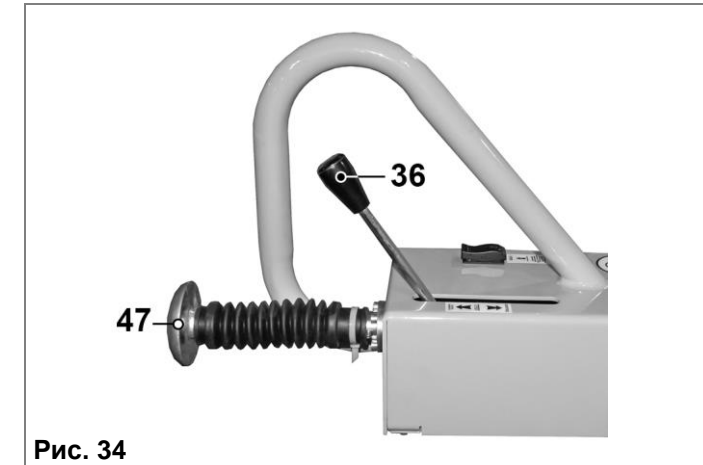
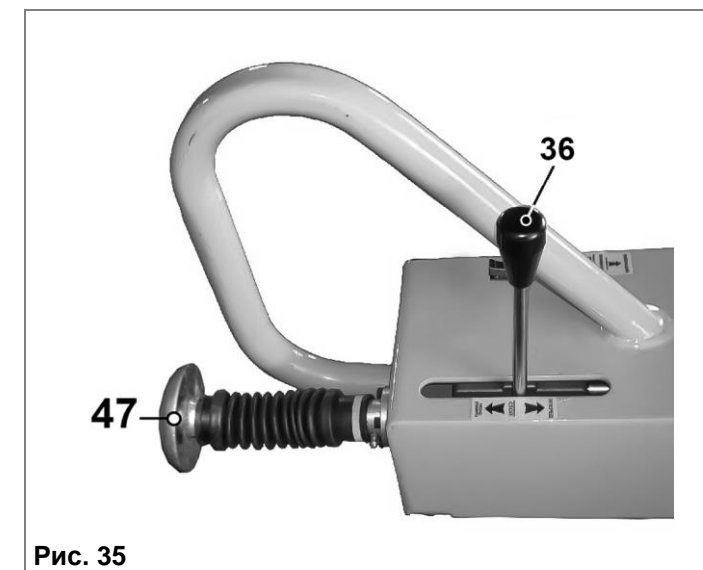

Рис. 34
Рис. 35
12.4. Перемещение рычага скорости (36) немного вперед вызывает движение вперед на малой скорости. Продвижение рычага далее вперед повышает скорость движения. В зависимости от того, как вы перемещает рычаг скорости, вы можете плавно регулировать скорость от 0 до 2,4 км/час (69 см/с) (как вперед, так и назад). Перемещение рычага скорости назад заставляет каток двигаться назад (Рис. 34).
- При перемещении рычага скорости (36) назад сначала установите его в нейтральное положение (Рис. 35). Не перемещайте рычаг одним движением.
- установите рычаг выбора направления движения (36) в нейтральное положение (Рис. 35),
**ВНИМАНИЕ! Перед началом работы проверьте стопорное устройство.** Рычаг движения (скорости) установите на движение **НАЗАД (РЕВЕРС)**, нажмите на рукоятку (47) стопорного устройства (Рис. 34), чтобы убедиться, что рычаг движения (36) возвращается в нейтральное положение (**СТОП**) (Рис. 35).